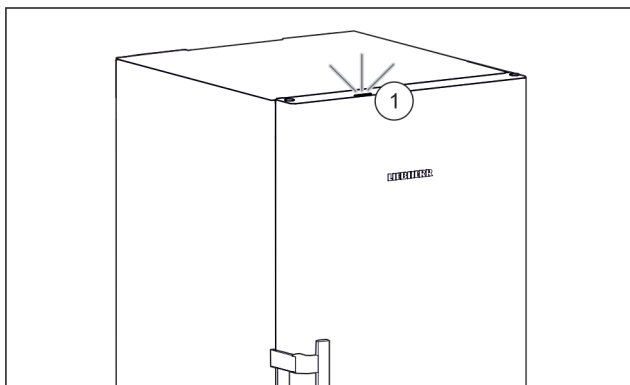

Fig. 36 Spia di stato attiva quando lo sportello è chiuso
- ▷ La spia di stato Fig. 36 (1) è attivata.